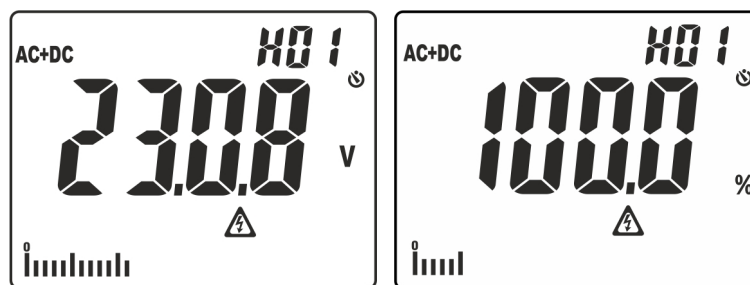

Fig. 3: Affichage des valeurs d'analyse harmonique
- Cliquer une fois sur la touche pour afficher les valeurs des harmoniques de tension et de courant jusqu'à 25e ordre (**Hdc**, **H01... H25**) en format absolu ou pourcentage par rapport aux fondamentaux des signaux en entrée (pour des valeurs de tension VCA >0,5 V et courant AC > 0,5 A et fréquence comprise entre 42,5 Hz à 69 Hz) et le pourcentage du paramètre **THD%** (voir § 9.3) comme montré dans Fig. 3. Utiliser les touches  $\blacktriangle$ /ZERO et  $\blacktriangledown$ / $\text{Ⓜ}$  pour augmenter/diminuer l'ordre de l'harmonique